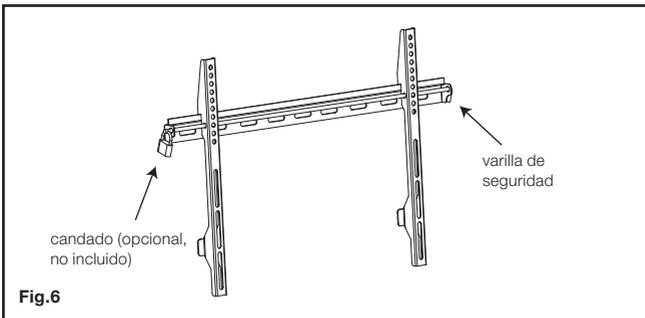

Fig.6
- Inserte la varilla de seguridad a través de la placa de la pared para evitar que la pantalla sea levantada de la placa de pared. Un candado puede insertarse en el extremo de la varilla para ayudar a evitar el robo de su pantalla (ver Fig. 6).